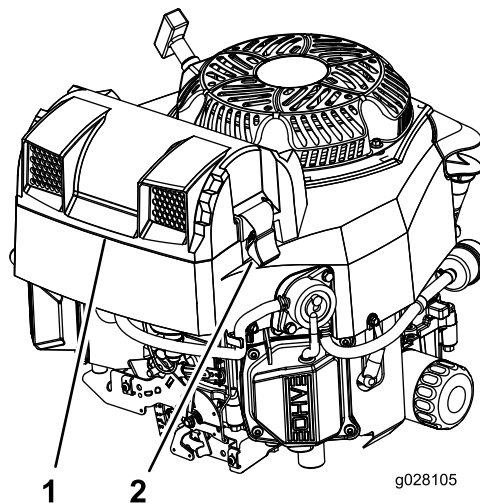

Figura 19
2. Retire la tapa para tener acceso a los elementos del limpiador de aire (Figura 19).
3. Cierre la tapa y asegúrela con los enganches (Figura 19).